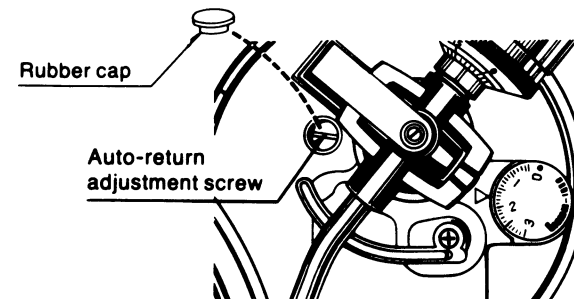

Fig. 13 (Abb. 13)
• Adjustment of automatic return position (Fig. 13)
• Justierung des Abschaltpunktes der Automatik (Abb. 13)
• Mise au point de la position de retour automatique (Fig. 13)
● **Ajuste de la posición para retorno automático (Fig. 13)**